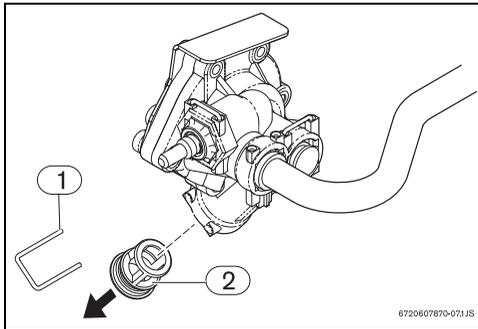

Bild 19 Entleeren
- ▶ Klammer aus dem Filtergehäuse (Bild 19, [Nr. 1]) an der Wasserarmatur entfernen.
- ▶ Stopfen (Bild 19, [Nr. 2]) herausziehen.